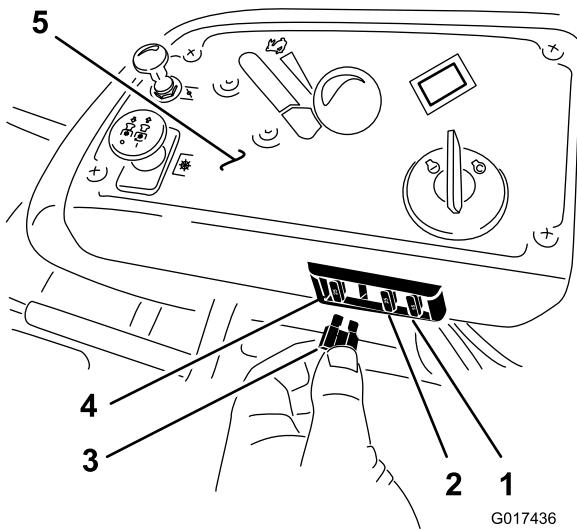

Figura 48
- Los fusibles están situados en la consola de la derecha, junto al asiento (Figura 48).
- Instale un fusible nuevo (Figura 48).